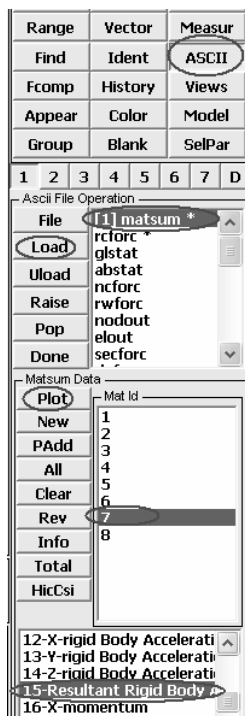

图 9-24 “ASCII”选项
(1) k 文件完成计算后在后处理软件中观察仿真动画。
(2) 提取模型中各部分的加速度信息。如图 9-24 所示, 单击“ASCII”, 再选择“(1) matsum\*” (初始的显示为“matsum\*”), 再单击“Load”, 然后选中“7”, 接着选中“15-Resultant Rigid Body Accel.”, 最后单击“Plot”, 弹出 Part7 (上壳) 的加速度信息 (见图 9-25)。